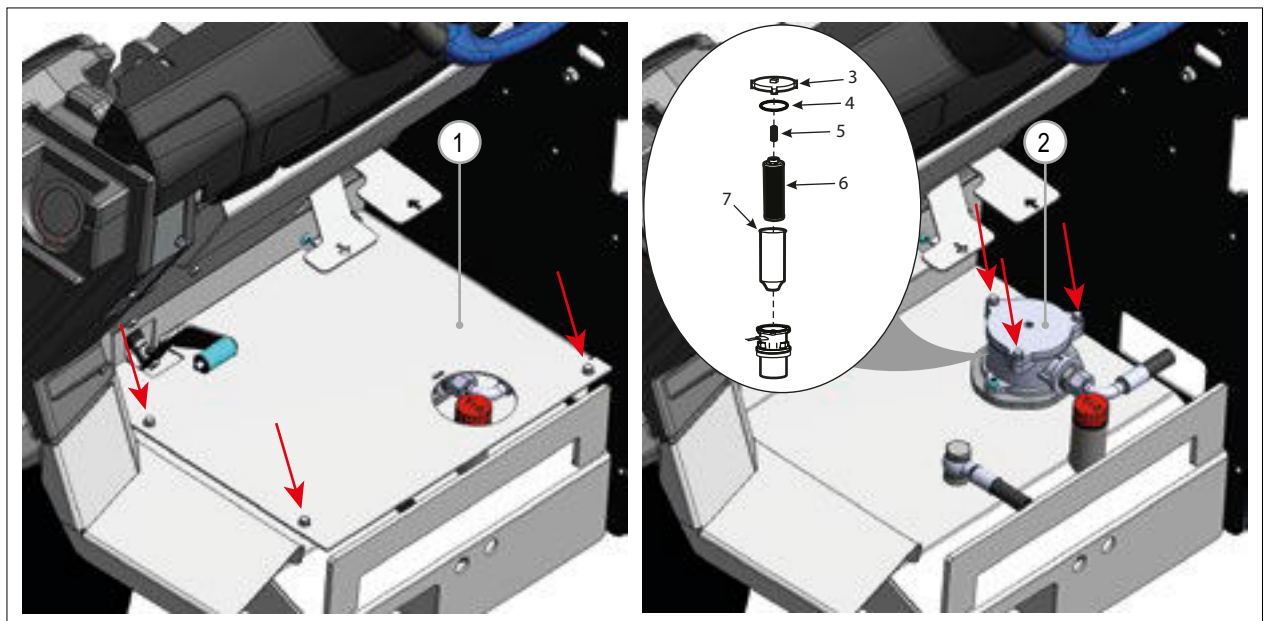

FIG. 33
3. Fjern pladen (FIG. 33 – ref. 1) ved at løsne skrueerne, der fastholder den til rammen (Se FIG. 33)
4. Fjern oliefilterets dæksel (FIG. 33 – ref. 2) ved at løsne de skruer, der fastholder det
5. Fjern fjederen (FIG. 33 – ref. 5) og filteret (FIG. 33 – ref. 6) fra plastichylsteret (FIG. 33 – ref. 7)
7. Indsæt fjederen og kontroller O-ringen fra tanddækslet for evt. fejl. O-ringen er placeret i en fordybning rundt om filterelementet (FIG. 33 – ref. 4). Udskift O-ringen om nødvendigt.
8. Placer filterdækslet korrekt (FIG. 33 – ref. 2) og spænd det fast